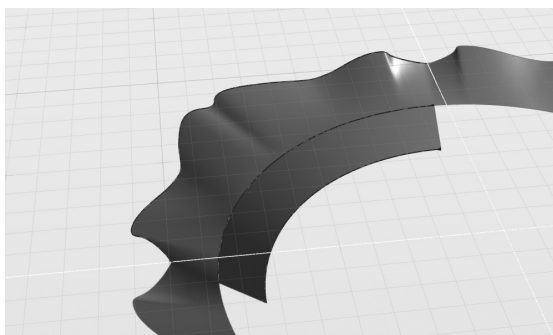

图 5-157 绘制放样曲面
- 7) 再次激活“放样”工具，创建两个 1/4 圆曲线间的放样曲面，如图 5-157 所示。